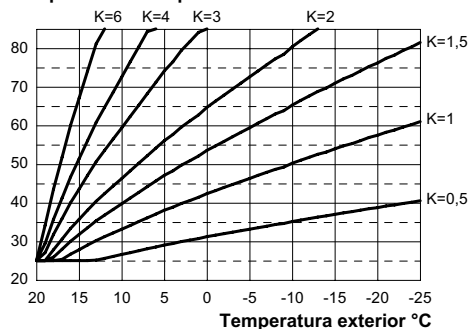

Figura 5.29
Si la caldera **TIENE CONECTADO** el control remoto (opcional) consulte la Figura 5.29 .
Cuando se instala la sonda externa, es necesario programar este parámetro en función del rendimiento de la instalación de calefacción para optimizar la temperatura de impulsión (Figura 5.29).
Ej.: para obtener una temperatura de impulsión a la instalación de calefacción de 60 °C con una temperatura exterior de -5 °C, se debe programar un K de 1,5 (línea discontinua en la Figura 5.29).
- Usando los botones 17 o 18 se puede modificar el valor del parámetro 15 entre un mínimo de **01** y un máximo de **60** en función de la curva elegida para el coeficiente K en la Figura 5.29 (el valor que aparece en pantalla corresponde a valores decimales de coeficientes K).